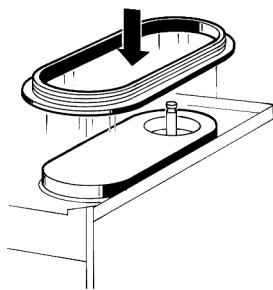

figure 8
- 4** Remplacer le joint du réservoir sur l'évaporateur, en laissant la couronne plus épaisse en contact avec le plan égouttoir (voir figure 8).